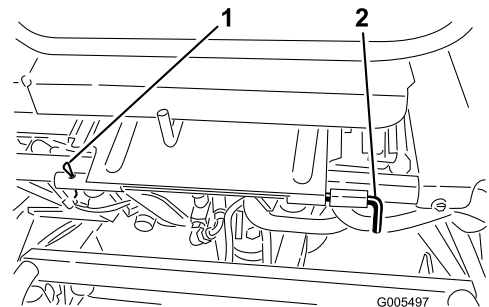

Figura 33
3. Baixe o banco e retire o contrapino que prende haste de articulação do banco à estrutura (Figura 33).